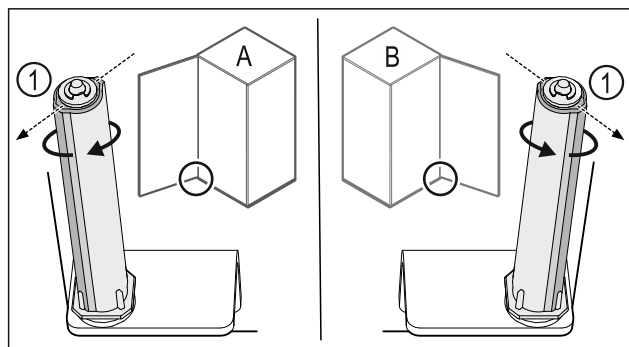

Fig. 40 Левое навешивание (A) / правое навешивание (B)
- ▶ Поворачивайте систему закрытия, преодолевая сопротивление до тех пор, пока ее ребро Fig. 40 (1) не будет направлено наружу.